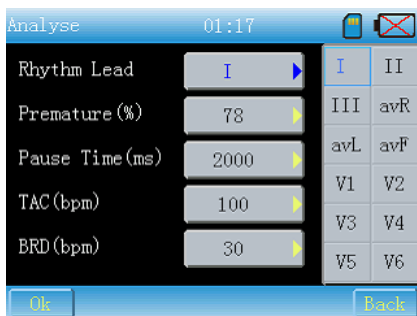

Fig. 7-21
(1) Conductor de ritmo: pulse el botón para abrir la interfaz como en la Fig.7-21